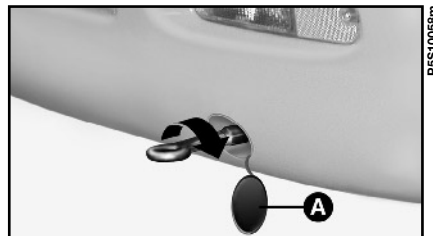

fig. 38
- Enlever le petit couvercle **A-fig. 38** inséré à pression sur le pare-chocs ar-